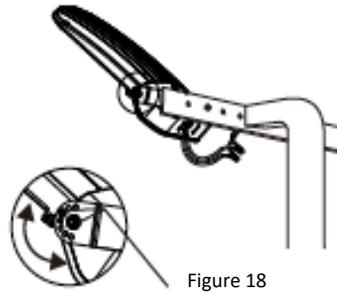

Figure 18
5. Pour régler l'angle du luminaire, le desserrer et le resserrer lorsque l'angle voulu est obtenu (figure 18).